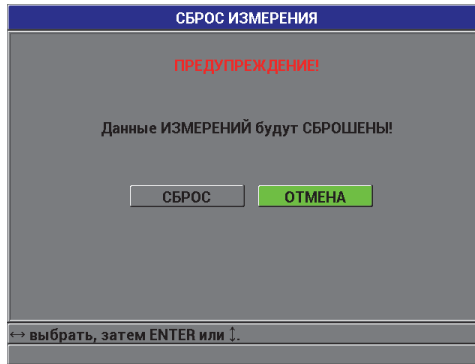

Рис. 7-13 СБРОС БАЗЫ ДАННЫХ – Предупреждающее сообщение
2. В подменю **СБРОС** выберите **БАЗА ДАННЫХ**, появится предупреждающее сообщение о **СБРОСЕ БАЗЫ ДАННЫХ** (см. Рис. 7-13 на стр. 133).